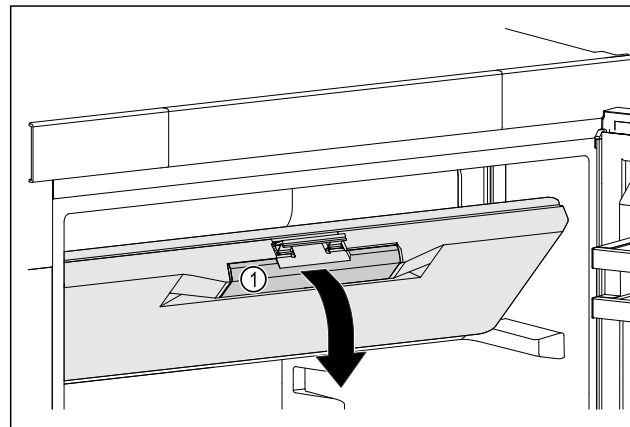

Fig. 46
- Fogja meg a fagyasztórekesz ajtaját a fogantyúmélyedésnél Fig. 46 (1).